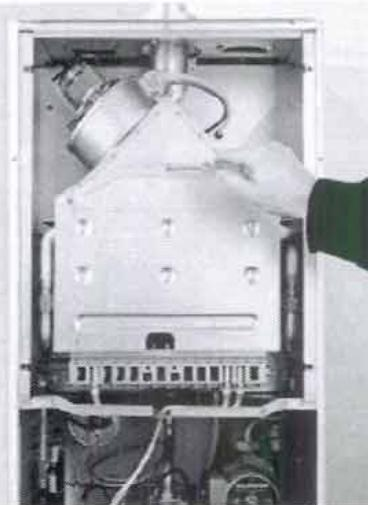

Fig. 28. Løsn og fjern de 4 skruer, der fastholder brænderens forplade til brændkammeret og fjern forpladen.
- d) løsn og fjern de 4 skruer, der fastholder brænderens forplade til brændkammeret og fjern selve forpladen (fig. 28, pkt. 7.2);
- d) unscrew and remove the 4 screws securing the burner front plate covering the combustion chamber and remove the front plate (fig. 28, section 7.2);